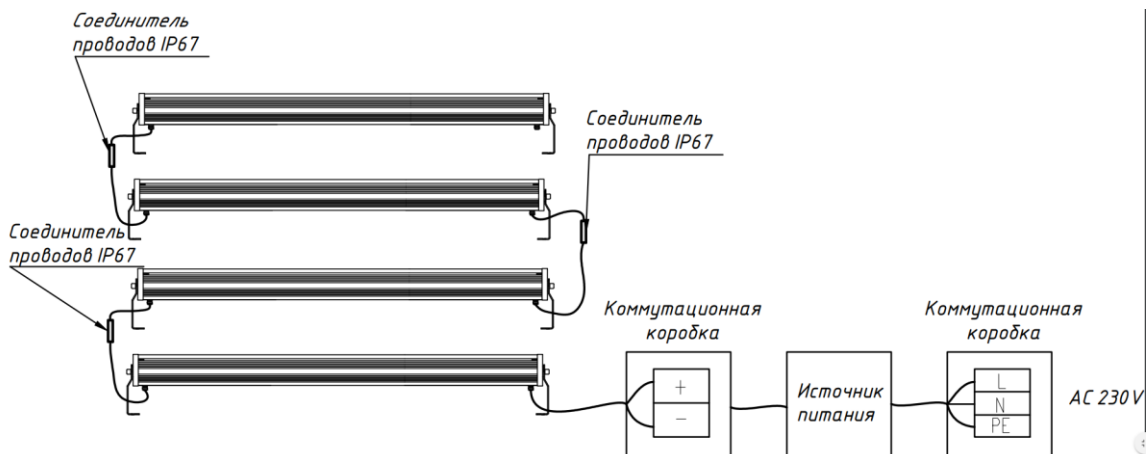

Рис.4
6.6.5 Установить светильник под нужным углом к освещаемому объекту и зафиксировать положение светильника с помощью боковых винтов на поворотных скобах и подключить кабель питания в соответствии с Рис.4. Источник питания при модификации светильника с постоянным напряжением заказывается отдельно. Подать питание на сетевой кабель. Убедиться в работоспособности светильника.